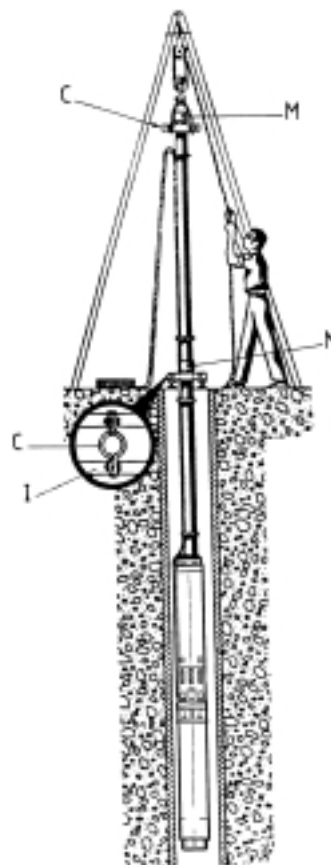

fig. 9.
- deux colliers supports dont l'un servira à maintenir l'ensemble suspendu dans le puits ou le forage (voir fig : 9).